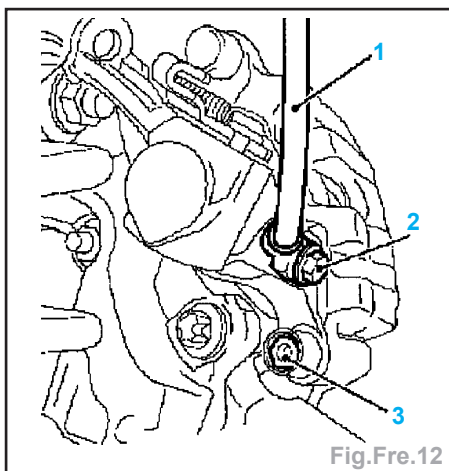

Fig.Fre.12
- Déposer le tuyau de frein (1) de l'étrier de frein (vis (2)) (Fig.Fre.12).